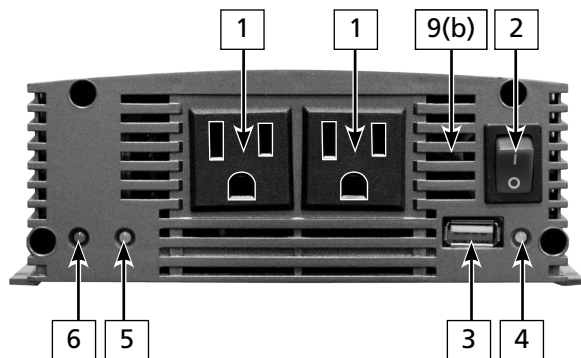
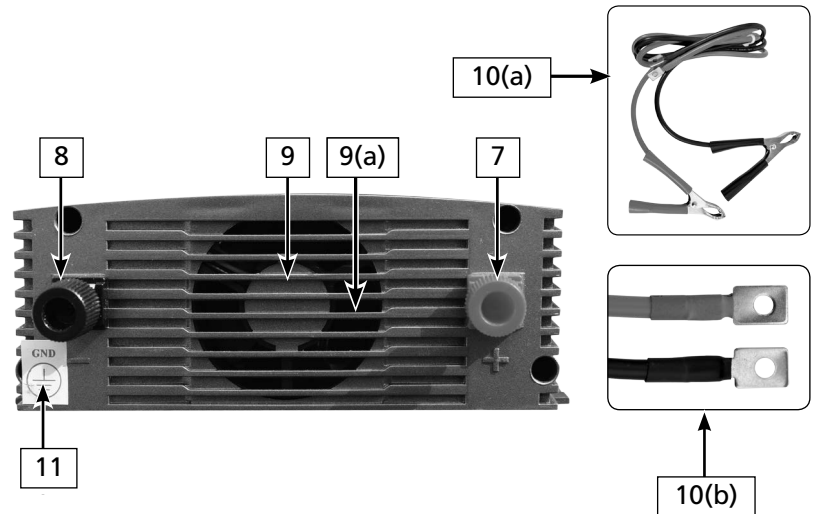

Fig. 3.1.1 Avant de l'unité
Fig 3.1.2 Arrière de l'unité
#### Légende Figure 3.1.1 et 3.1.2
**Bien aéré:** L'unité est refroidie par convection et par refroidissement forcé par 2-Vitesse, charge le(s) ventilateur(s) contrôlé (9 dans les figures 3.1.2 & 3.2.2). SSW-350 et 600 1 ventilateur et SSW-1000, 1500 et 2000 ont 2 ventilateurs. Le(s) ventilateur(s) va s'exécuter dès que l'unité est allumé - à vitesse lente à partir d'aucune charge/à des charges jusqu'à 10 % de la puissance nominale de l'onduleur et à pleine vitesse par la suite. Le(s) ventilateur(s) attire l'air frais provenant des orifices d'admission d'air à l'avant (9(b) dans les figures 3.1.1 et 3.2.1) et les rejets de l'air chaud à travers les ouvertures d'échappement à côté du ventilateur (9(a) dans les figures 3.1.2 et 3.2.2). Pour éviter l'arrêt de l'onduleur en raison de la surchauffe, ne pas obstruer ni recouvrir les ouvertures d'échappement / d'aspiration ces ou d'installer l'unité dans une zone avec flux d'air limité. Maintenir un dégagement minimum de 10" autour de l'unité pour assurer une ventilation adéquate. Si elle est installée dans un boîtier, ouvertures doivent être fournis dans l'enceinte, directement en face de l'air et de l'air d'aspiration de l'échappement des ouvertures du convertisseur.
Le tableau 4.1 fournit des détails sur les câbles de batterie et DC fusibles pour connexion de la batterie à la bornes d'entrée CC du convertisseur (7, 8 dans les figures 3.1.2 et 3.2.2)